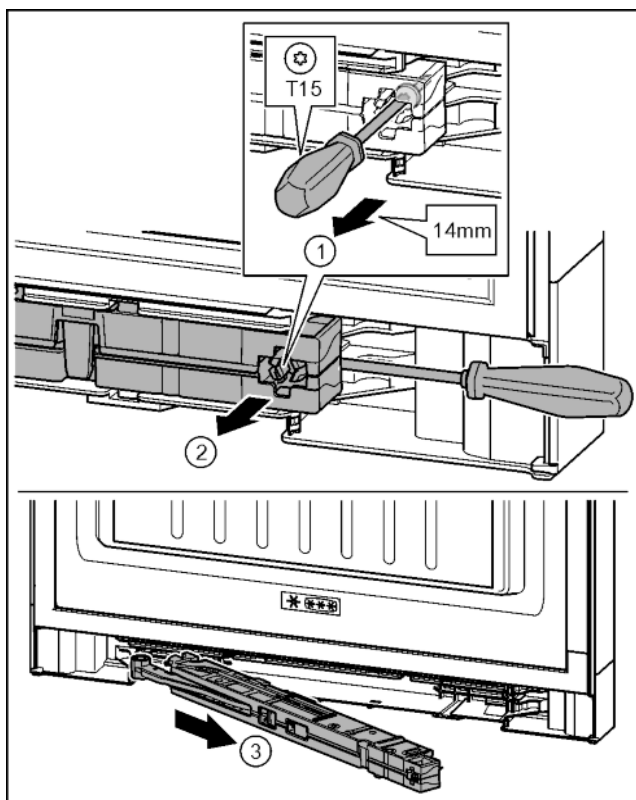

Fig. 21
- ▶ Przy pomocy śrubokręta T15 odkręcić śrubę na amortyzatorze zamykania drzwi ok. 14 mm. Fig. 21 (1)
- ▶ Od strony uchwytu, za amortyzator zamykania drzwi wsunąć śrubokręt. Amortyzator obrócić w przód. Fig. 21 (2)
- ▶ Wyjąć amortyzator. Fig. 21 (3)